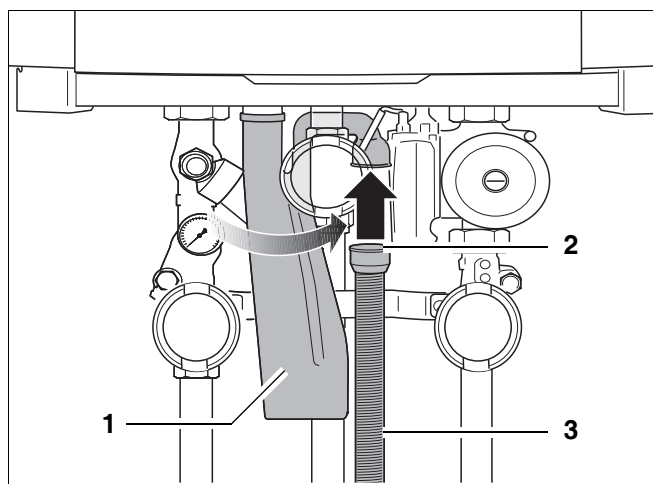

Fig. 18 Montering af fleksibel slange
- Montér den fleksible slange (fig. 18, **pos. 3**) og gummimanchetten (fig. 18, **pos. 2**) på vandlåsen (fig. 18, **pos. 1**).